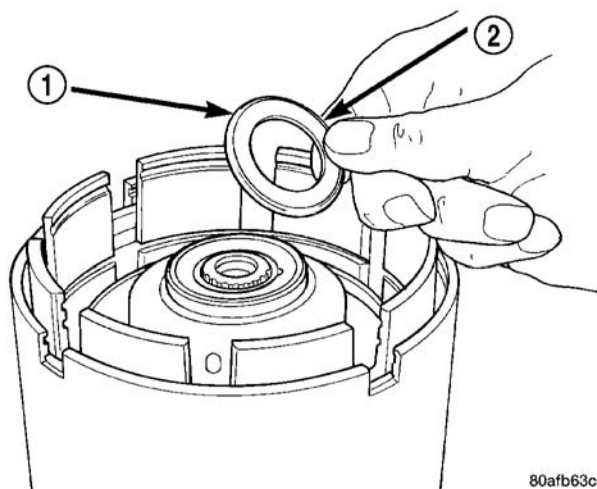

图 286 安装 2 号滚针轴承
(36) 为完成组装，必须拆下倒档离合器和超速档离合器。
(37) 安装 2 号滚针轴承（图 286）。